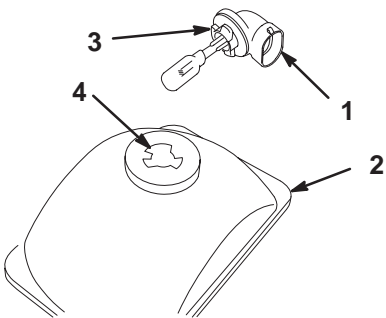

Figure 34
2. Passez sous le tableau de bord et tournez l'ensemble lampe de 1/4 de tour dans le sens anti-horaire (Fig. 34). Sortez l'ensemble lampe du réflecteur.
5. Passez sous le tableau de bord et alignez les trois languettes de l'ensemble lampe avec les fentes du réflecteur (Fig. 34). Insérez l'ensemble lampe dans le réflecteur et tournez-le de 1/4 de tour dans le sens horaire jusqu'à la butée.